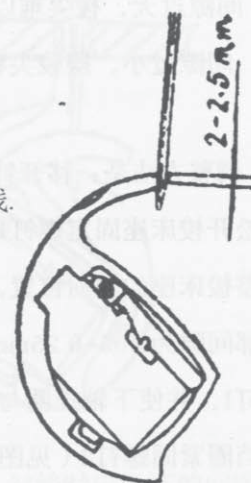

图2 梭尖与机针孔
2.当摆梭的勾线尖运动到机针的中心线时，梭尖距离机针穿线孔上边应为2~2.5毫米(见图2)。